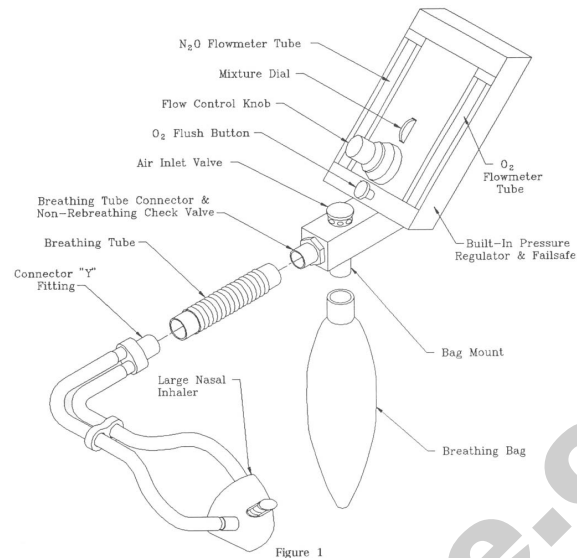

Figure 1
Urmatoarea procedura de asamblare este identica pentru toate modelele MDM care sunt prevazute cu articole conventionale de cauciuc (vezi fig. 1):
3. Atasati articolele din cauciuc ca in fig. 1 sau 2.
- F. Conectati accesoriile de cauciuc dupa cum arata fig. 1 si 2.